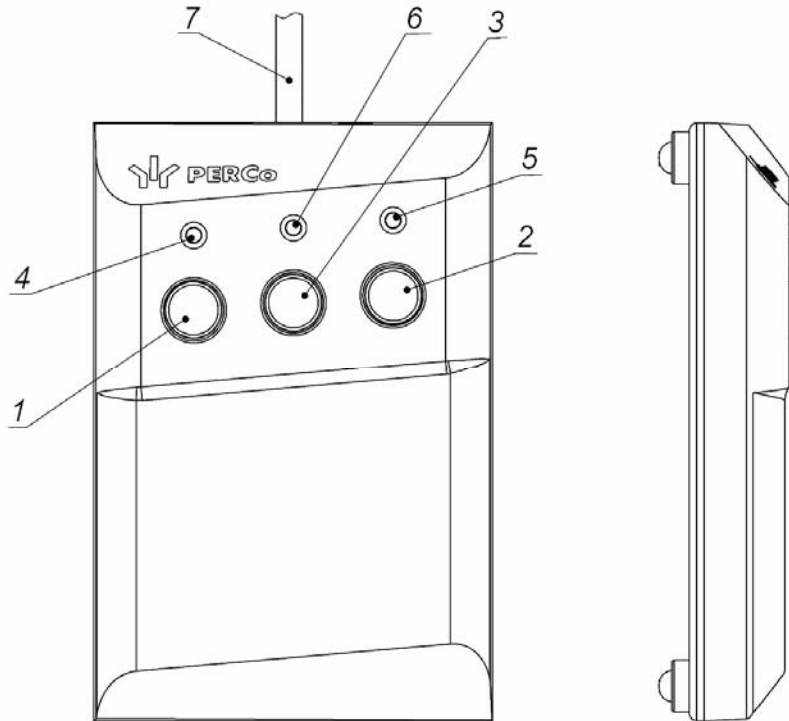

Рисунок 3. Общий вид и габаритные размеры ПДУ
ПДУ (13) выполнен в виде небольшого настольного прибора в корпусе из ударопрочного АБС-пластика и предназначен для подачи команд управления и индикации состояния направлений прохода через ЭП при ручном управлении. Внешний вид и габаритные размеры ПДУ показаны на рис. 3.